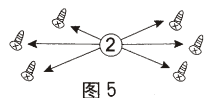

图 5
- (2) 必须按图 5 所示用不少于 6 个规定的螺钉牢固安装。